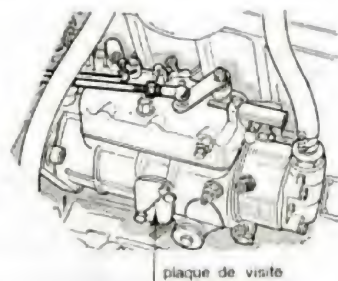

Fig. 21.
- Dépose de la plaque de visite (généralement plombée) (fig. 21).